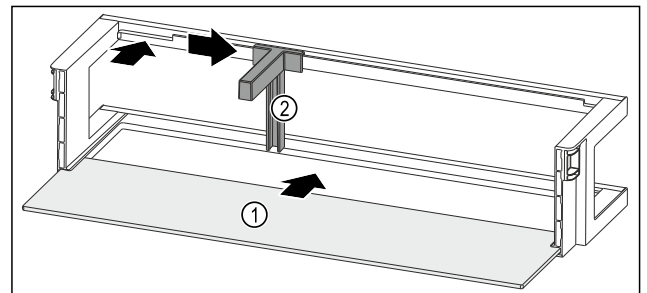

Fig. 184 Türabsteller mit Abstellfläche
- ▶ Abstellfläche Fig. 184 (1) in die seitlichen Aussparungen einschieben.
- ▶ Flaschenhalter Fig. 184 (2) in die Aussparung einsetzen.
- ▶ Flaschenhalter Fig. 184 (2) in gewünschte Position zur Seite schieben.